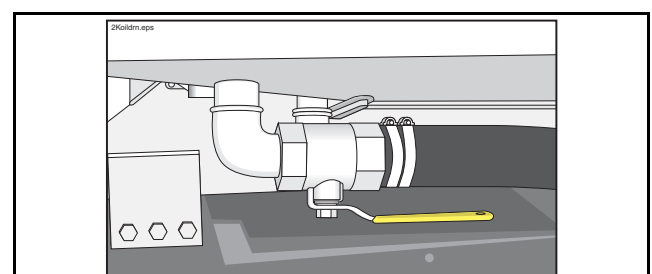

Abbildung 65
- Lassen Sie das Wasser aus dem Hydraulikölbehälter ab, indem Sie den Ablasshahn oder Hahn unten am Behälter öffnen (Abbildung 65). Stellen Sie eine